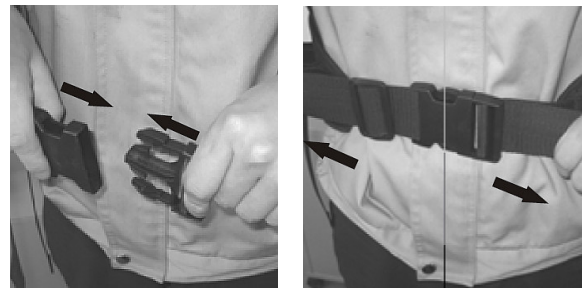

Abb. 9: Einstellen des Hüft- und Brustgurtes
Schritt 2: Binden Sie sich den Hüft- und Brustgürtel um und ziehen Sie ihn an beiden Seiten gleichmäßig fest an. (Abb.9)